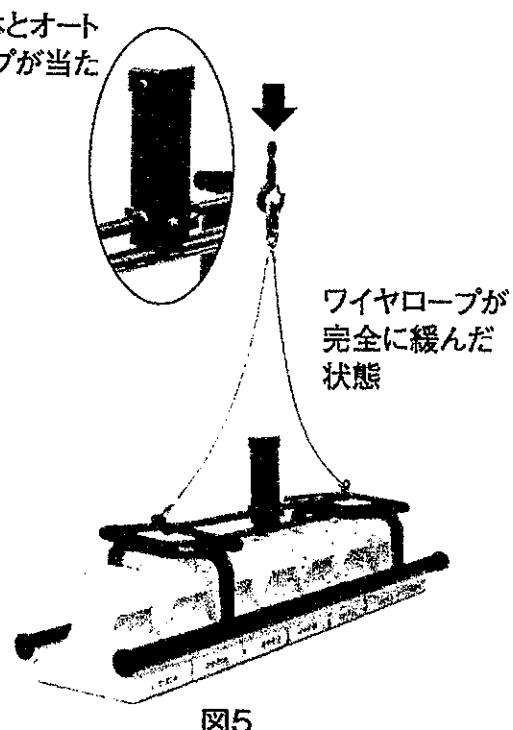

図5
オート本体とオート案内パイプが当たり、ワイヤロープが完全に緩むまでクレーンフックを巻き下げる下さい。(図5)
- (6) 必ず吊り荷が安定しているかを確認した後、目的地に移動させて下さい。
- (7) 目的地に移動した後、クレーンフックを巻き下げ、吊り荷を着地させて下さい。吊り荷が安定した状態で着地しているかを確認し、オート本体とオート案内パイプが当たり、ワイヤロープが完全に緩むまでクレーンフックを巻き下げて下さい。(図5)